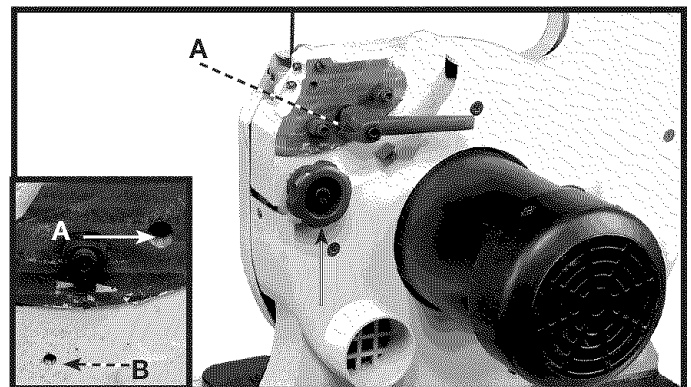

Fig. 10
1. Quite mesa cerrar de palanca (A) Fig. 10 y la perilla (B) de piñón de inclinación de mesa. Tenga cuidado para no perder estas partes. (Estos componentes se reunieron en la fábrica para propósitos de tránsito sólo).